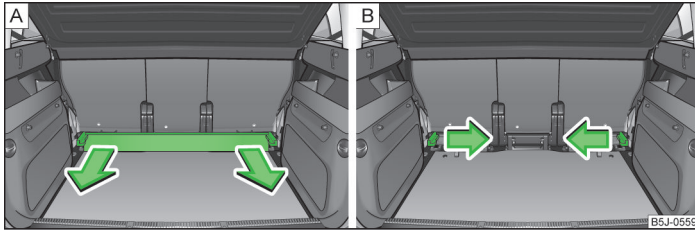

Abb. 53 Gepäckraum: Quertragschiene herausnehmen / Befestigungskeile herausnehmen
- Die Quertragschiene » Abb. 53 - **A** fassen und durch Ziehen in Pfeilrichtung herausnehmen.
- Den Befestigungskeil » Abb. 53 - **B** fassen und durch Ziehen in Pfeilrichtung herausnehmen. Zum Ausbauen des Befestigungskeils auf der anderen Gepäckraumseite auf die gleiche Weise vorgehen.